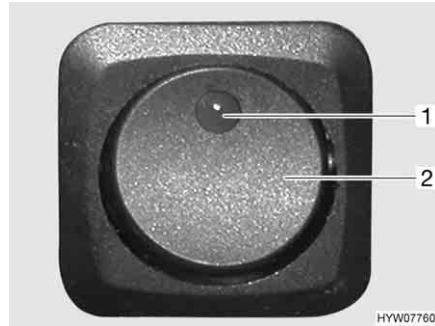

Fig. 11 Interruttore per luce con regolazione in curva/luce fendi-nebbia
- Premere l'interruttore (Fig. 11,2). La spia verde di controllo (Fig. 11,1) nell'interruttore indica il funzionamento.